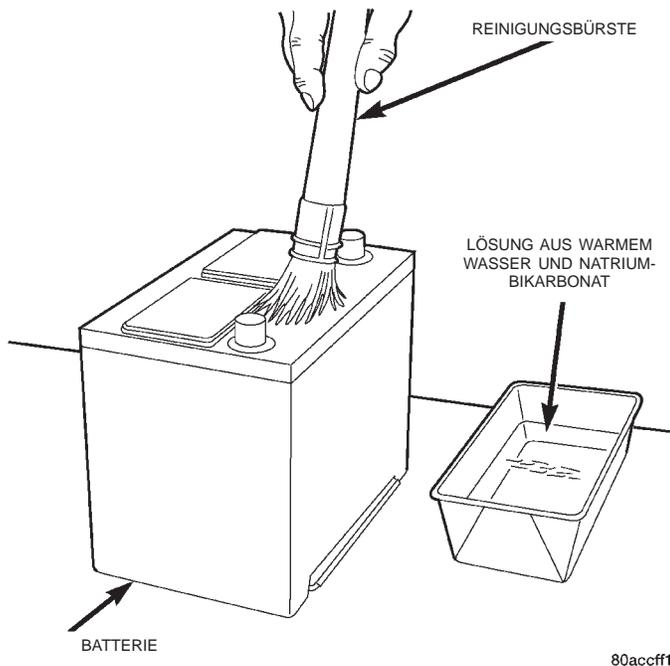

Abb. 19 Batterie reinigen—Typisch
(8) Ladezustand der Batterie anhand des Schauglases des eingebauten Prüfindikators feststellen. Ist die Batterie entladen, so muß sie korrekt geladen werden. Näheres hierzu siehe **„Eingebauter Prüf-indikator“** im Abschnitt **„Fehlersuche und Prüfung“** sowie **„Batterie laden“** im Abschnitt **„Arbeitsbeschreibungen“** in diesem Kapitel.
(9) Vor dem Einbau der Batterie die Außenseite des Batteriegehäuses und die Oberseite der Batterie mit einer Lösung aus warmem Wasser und Natriumbikarbonat reinigen, um Säurereste zu beseitigen (Abb. 19). Anschließend mit klarem Wasser nachspülen. Darauf achten, daß die Reinigungslösung nicht